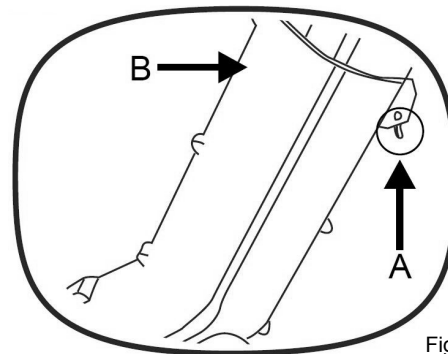

Fig. 7
Appuyez sur le bouton de réglage de la hauteur (A) et glissez le tube de souffleur/aspiration (B) à la longueur désirée. Il peut être prolongé jusqu'à une longueur de 9,1 m (30 pi). Voir Fig. 7.